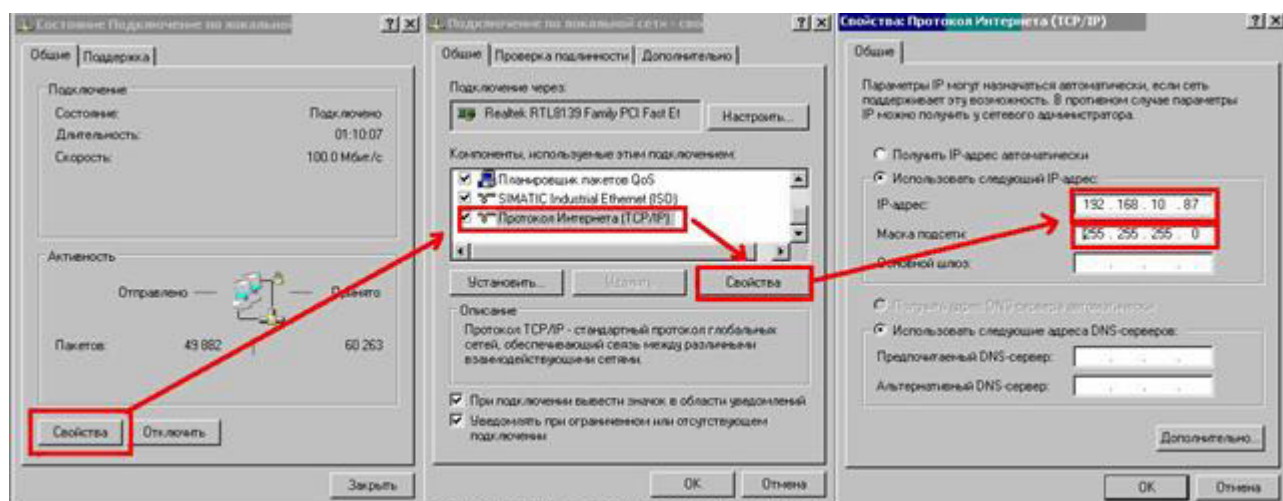

Рис. 1 – Настройки протокола TCP/IP
3. Настройте параметры протокола TCP/IP для сетевого подключения таким образом, чтобы ПК находился в одной подсети с прибором. Для этого, в большинстве случаев достаточно присвоить компьютеру IP-адрес, отличающийся только последней цифрой от IP-адреса прибора. Нажмите кнопку «ОК» на панели «Свойства: Протокол Интернета (TCP/IP)» (см. рис. 1).